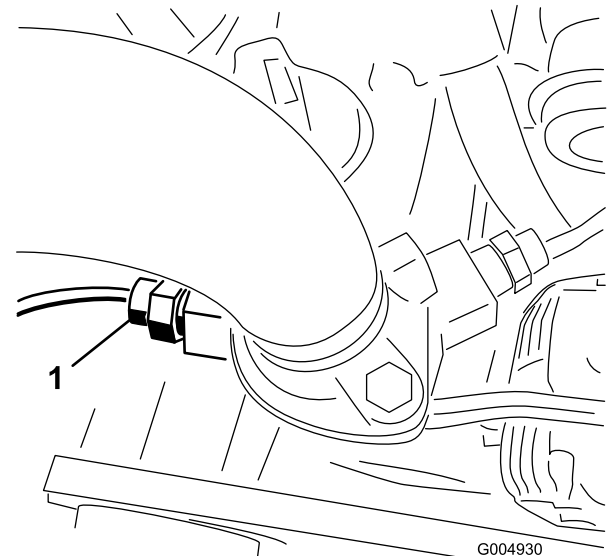

Figura 21
16. Desconecte el cable y retire el interruptor térmico del lado izquierdo del alojamiento del termostato del motor (Figura 21). Deseche el interruptor.